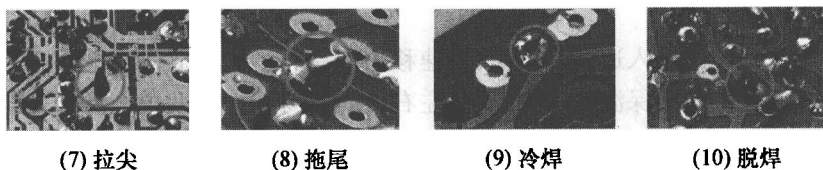

图 1-10 有缺陷的焊点
(4) 焊锡凝固之前不要使焊件移动或振动。用镊子夹注焊件时,一定要等焊锡凝固后再移去镊子。
(5) 焊锡量要合适。若焊锡量过少,焊接的机械强度就达不到要求,容易在电器使用时因振动等原因产生裂痕,造成脱焊;若给锡量太多,会延长了加热时间,在高密度的电路中,使用过量的锡,很容易造成不易觉察的短路、堆焊,甚至造成虚焊、假焊。
(6) 不要使用过量的焊剂。过量的松香延长了加热时间,而当加热时间不足时,容易夹杂到焊锡中形成“夹渣”缺陷,对开关元件、插座的焊接,过量的焊剂容易流到触点处,从而造成接触不良。如图1-10所示是有缺陷的焊点,在焊接过程中应尽量避免。